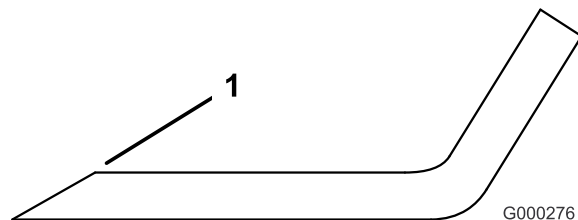

Figura 52
1. Affilate i taglienti da entrambe le estremità della lama con una lima (Figura 52). Rispettate l'angolazione originale. La lama conserva il proprio equilibrio soltanto se viene rimossa una quantità uguale di materiale da entrambi i taglienti.